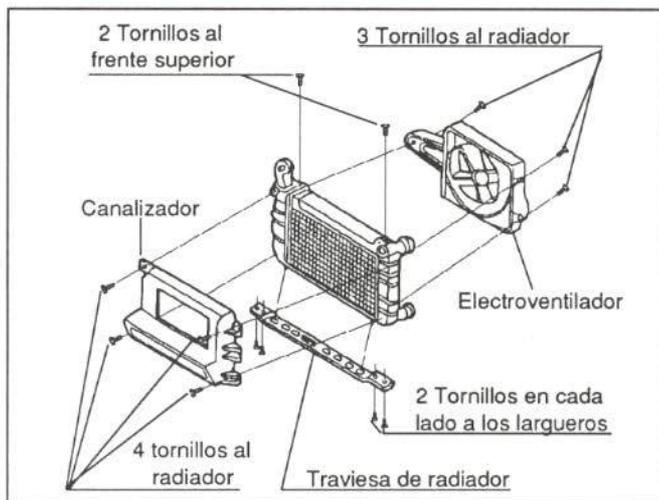

Figura 16.- Fijación del radiador
- Retirar fijación superior de radiador (figura 16).
- Radiador (figura 16)